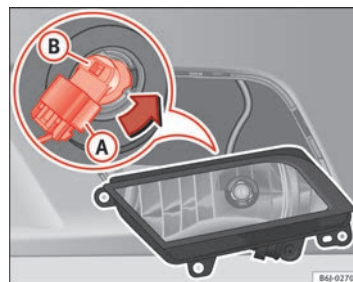

Fig. 155 Faro antiniebla
- Extraiga el conector ⇒ fig. 155 (A) de la lámpara.
- Gire el portalámparas ⇒ fig. 155 (B) a la izquierda y tire. ►